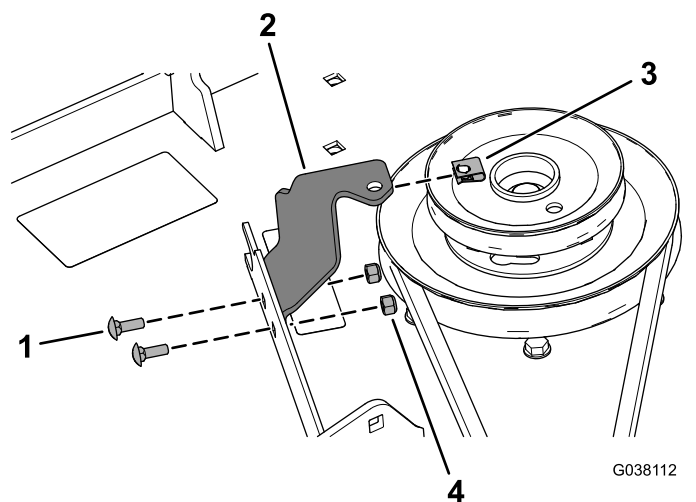

Figura 22
12. Instale o suporte da cobertura da polia na plataforma do cortador utilizando dois parafusos de carroçaria ( $\frac{1}{4}$  pol. x  $\frac{3}{4}$  pol.) e duas porcas de bloqueio ( $\frac{1}{4}$  pol.) como se mostra na Figura 22.
13. Instale a porca rápida no suporte da cobertura da correia (Figura 22).